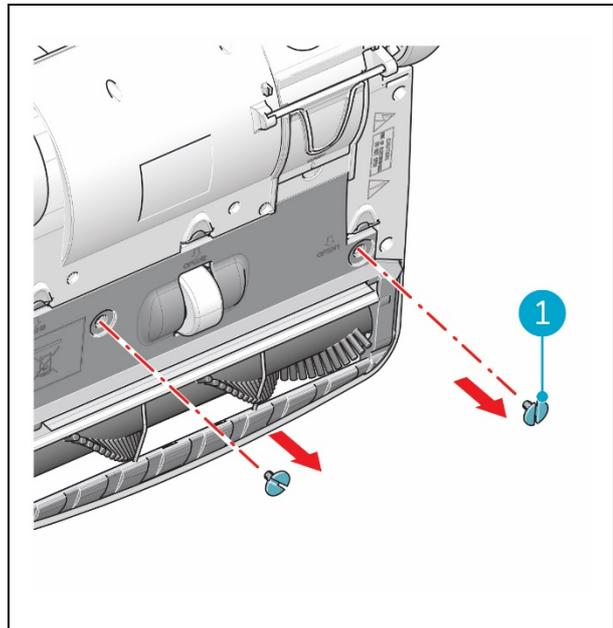

Figura 24
2. Rimuovere le viti metalliche (Figura 24, pos 1).
10. Stringere le viti di metallo (Figura 24, pos 1).